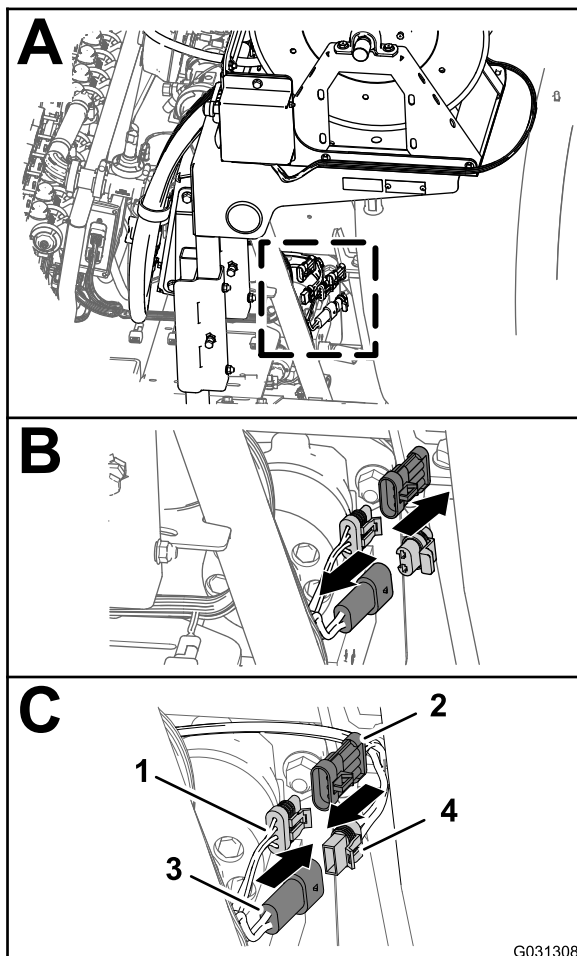

Figura 171
1. Nella parte posteriore della macchina, individuate il cablaggio preassemblato per il kit avvolgitubo elettrico nella parte posteriore del serbatoio dell'irroratrice (Figura 171).
2. Rimuovete il tappo dal connettore a 2 pin del cablaggio principale posteriore per l'alimentazione dell'avvolgitubo (Figura 171).
3. Collegate il connettore a 2 prese del cablaggio per l'avvolgitubo elettrico al connettore a 2 pin del cablaggio principale posteriore (Figura 171).
4. Rimuovete il tappo dal connettore a 3 prese del cablaggio principale posteriore per l'interconnessione del cablaggio di irrorazione (Figura 171).
5. Collegate il connettore a 3 pin del cablaggio per l'avvolgitubo elettrico alla presa a 3 pin del cablaggio principale posteriore (Figura 171).